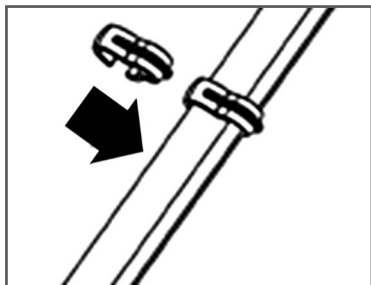

Рис. 5 Крепления кабеля включения
5. Закрепите кабель включения фиксаторами (Рис. 5).